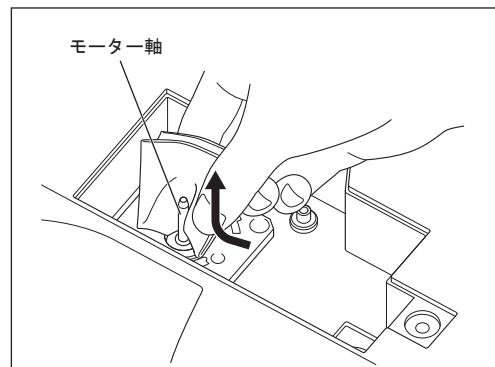

図58
- モーター軸の汚れや水分を拭き取る際は、根元から拭きあげてください（図58）。